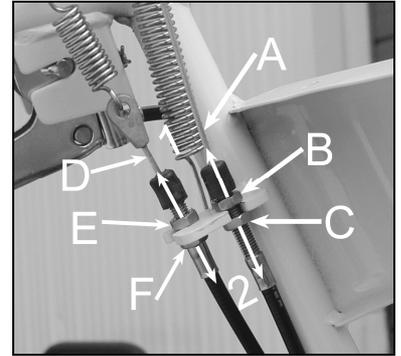

Figure 23
Câble d'avancement (figure 23, repère A).
2. Dévissez le contre écrou du câble de la transmission (figure 23, repère B).
3. Tourner l'écrou de réglage (figure 23, repère C) pour ajuster la tension du câble.
- Si la courroie patine sous charge quand le la transmission est embrayée, tournez l'écrou de réglage dans la direction 1 (figure 23).
Si la transmission ne se débraye pas entièrement, tournez l'écrou de réglage dans la direction 2 (figure 23).
Câble de frein (figure 23, repère D)
2. Dévissez le contre écrou du système de réglage de tension du câble de frein (figure 23, repère E).
3. Tourner l'écrou de réglage (figure 23, repère F) pour ajuster la tension du câble.
Si le frein manque d'efficacité, dévissez l'écrou de réglage de tension du câble dans la direction 2 (figure 23).
Si le frein ne se désenclenche pas complètement, vissez l'écrou de réglage de tension du câble dans la direction 1 (figure 23).